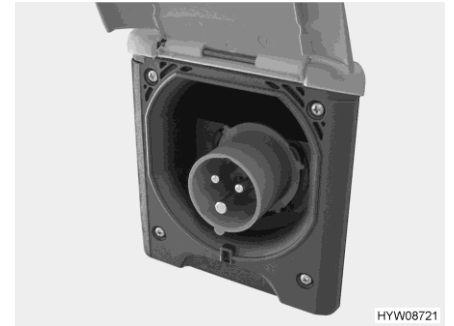

Fig. 153 Raccordement 230 V sur le véhicule (prise de courant CEE)
- Ouvrir le recouvrement du raccordement 230 V sur le véhicule (Fig. 153) et brancher le connecteur à fiche. Veiller à ce que le tenon d'enclenchement du couvercle rabattable tendu par un ressort soit enclenché.